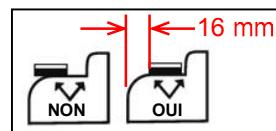

FIGURE 3
- Soulever soigneusement l'enjoliveur par les côtés (ne pas toucher l'adhésif exposé) et aligner la pièce avec l'emplacement marqué par le ruban à masquer. N'appliquer aucune pression tant que la position n'est pas satisfaisante. S'ASSURER QUE LE BORD EXTÉRIEUR DE LA PIÈCE DEMEURE SUR LA ZONE PLANE DE LA SURFACE (figure 3).